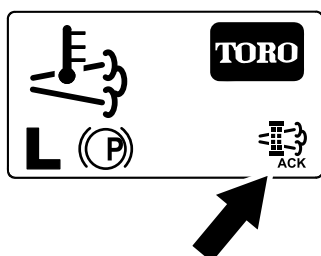

Рисунок 84
8. В ходе процесса регенерации дисплей инфо-центра показывает главный экран и в правом нижнем углу экрана отображается значок подтверждения регенерации (Рисунок 84).